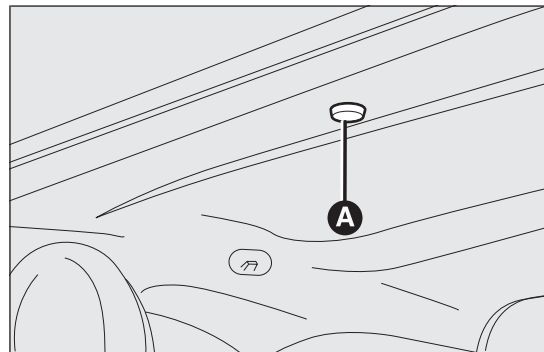

fig. 64
- appuyer sur le bouton A fig. 64 et le maintenir enfoncé pour que le toit se ferme complètement (par saccades)
- enlever le capuchon de protection A fig. 64 de son siège, en l'actionnant manuellement, qui se trouve sur le revêtement intérieur derrière le store pare-soleil